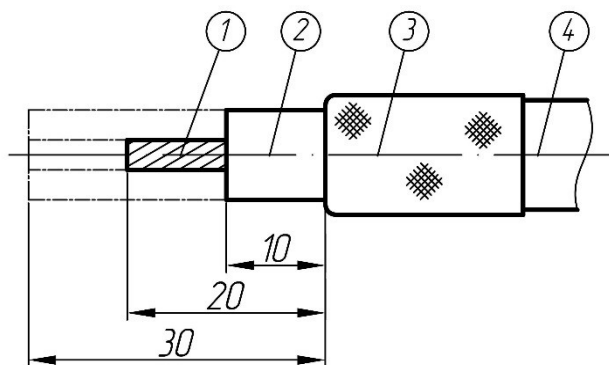

Рисунок 6.7 - Подготовка КС.
- медную оплетку (поз. 3 рис. 6.7) аккуратно отделить от изоляции и завернуть;
- удалить изоляцию на 20 мм и обрезать внутренние проводники на 10 мм (рис. 6.7.);